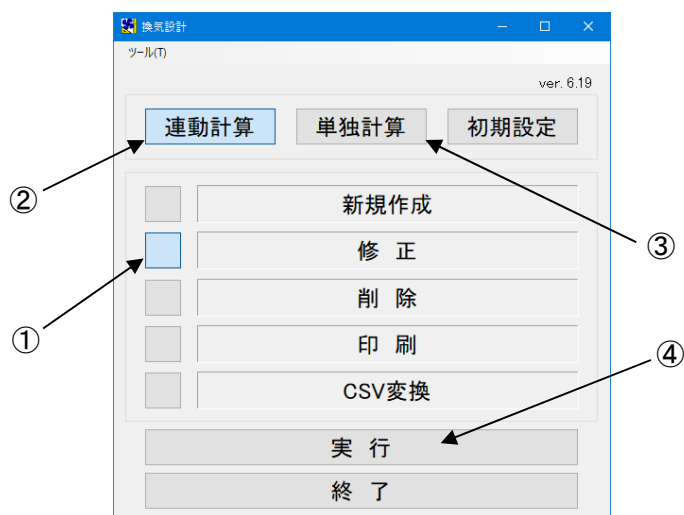

図1
1. 登録したデータを修正するときは、『換気設計』画面(図1)の「修正」の左にある四角(図1-①)をクリックします。
「連動計算」で行ったデータを修正する場合は[連動計算]ボタン(図1-②)、「単独計算」で行なったデータを修正する場合は「単独計算」(図1-③)ボタンをクリックします。
次に[実行]ボタン(図1-④)をクリックします。